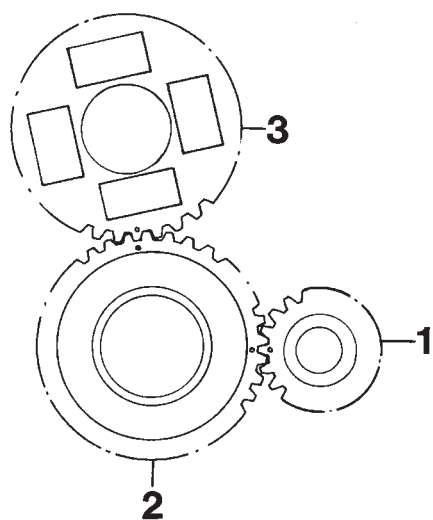
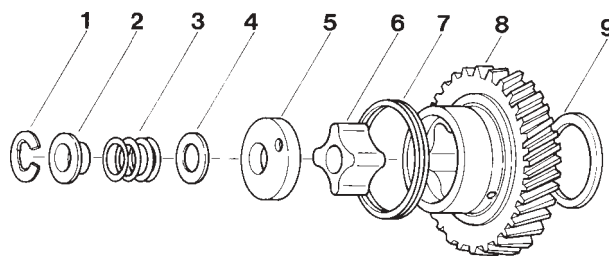
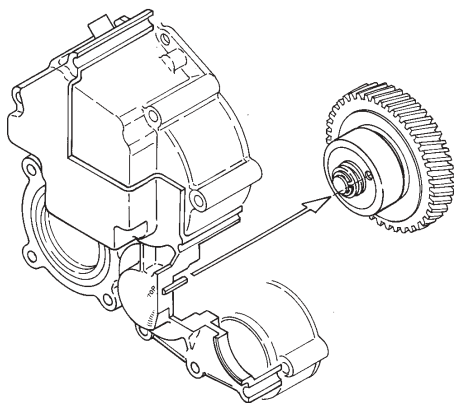

Fig. 61 Pignons de distribution, calage de base
Fig. 62 Pignon intermédiaire complet avec pompe à huile
Fig. 64 Pose du carter de distribution
Le pignon de vilebrequin - le pignon intermédiaire sont marqués au pointeau et le pignon intermédiaire - le pignon d'arbre à cames avec un rond en face de la dent et de l'entre-dent correspondant (figure 61).
3. Positionner la rondelle butée (9, figure 62) sur l'axe du pignon intermédiaire. Positionner le pignon intermédiaire conformément au repérage (figure 61).
4. Graisser le rotor intérieur de la pompe à huile (6, figure 62) ainsi que le carter (rotor extérieur, 8).
Positionner le rotor intérieur et le flasque de la pompe à huile. Mettre la cale de réglage, le ressort, la rondelle élastique et le circlips comme le montre la figure 62.
Remarque : le trou dans le flasque doit être à la position indiquée sur la figure 64. (qui devrait si les repères sur le pignon coïncident conformément à la Fig. 61).